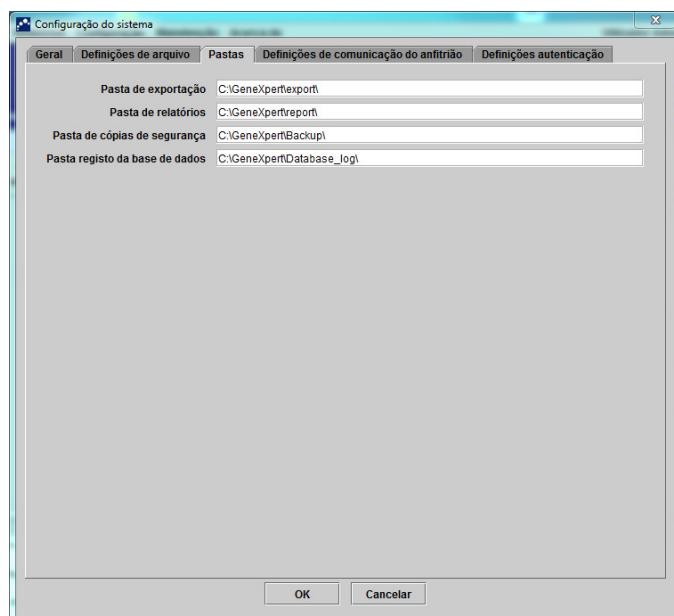

Figura 2-80. Caixa de diálogo Configuração do sistema (separador Pastas)
2. Clique no separador **Pastas**. É apresentado o separador **Pastas**. Consulte a figura 2-80.